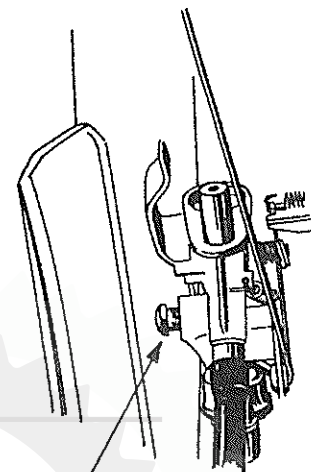

Fig. 24
f. Onderhoud van de carburateur (fig. 24)